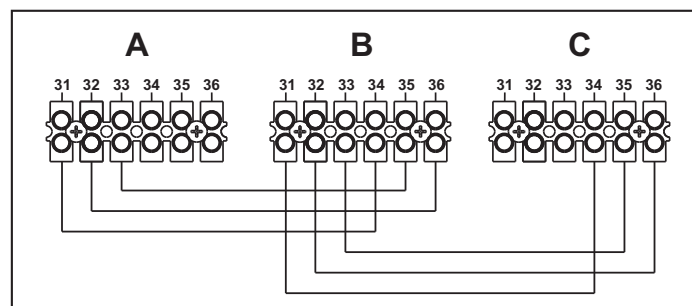

fig. 53- Cascadeaansluiting
1. Sluit de modules aan zoals te zien is in fig. 53 (voorbeeld met 3 modules)
Als dit niet het geval is, koppel de elektrische voeding dan los en controleer de bedrading in fig. 53.